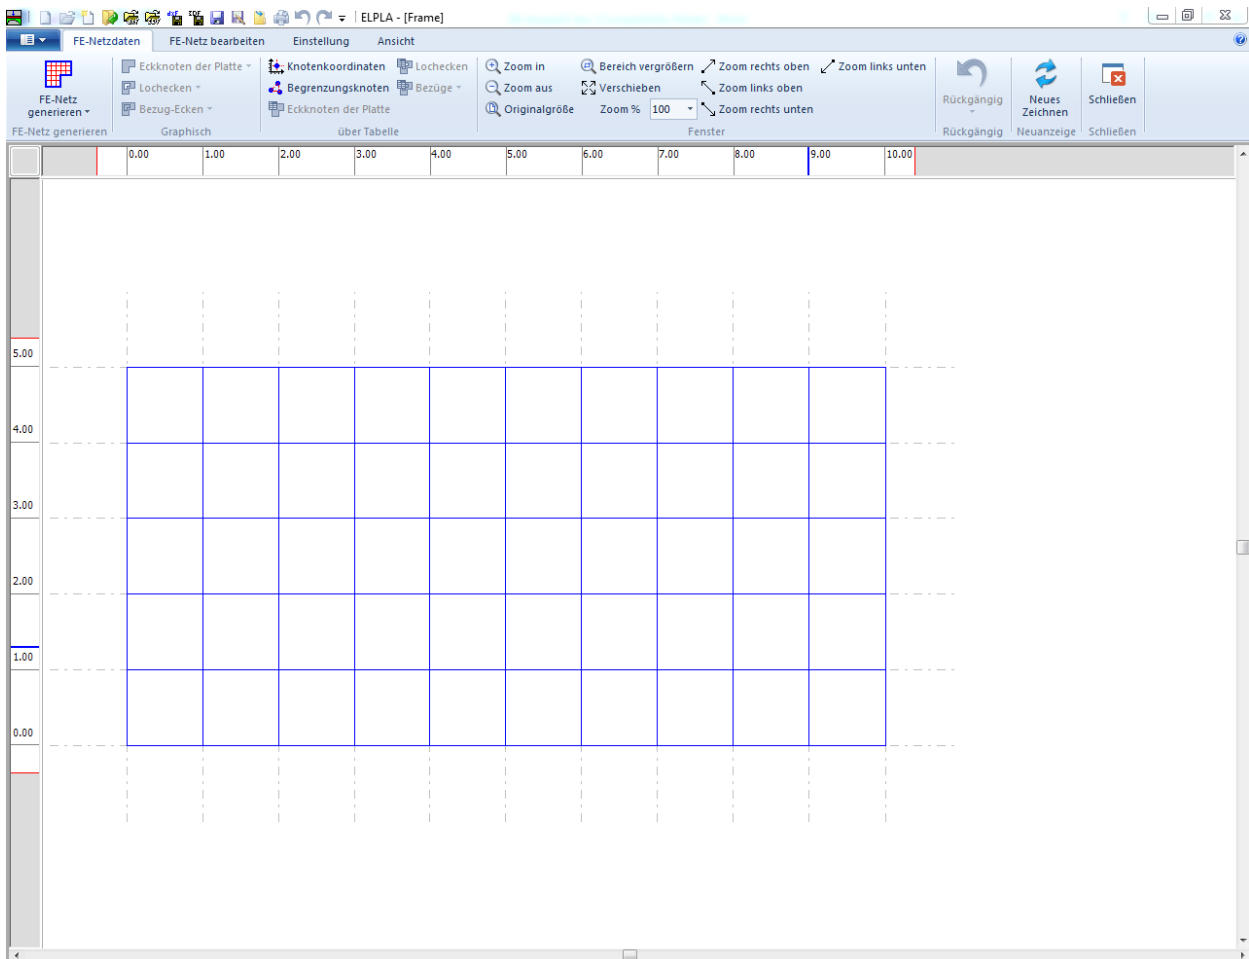

Bild 7.10 Imaginäres Netz einer rechteckigen Fläche auf dem Bildschirm
ELPLA generiert ein imaginäres FE-Netz für eine rechteckige Fläche von $L = 10$ [m] Länge und $B = 5$ [m] Breite mit viereckigen Elementen von 1.0 [m] Seitenlänge. Im Bild 7.10 erscheint dann das generierte imaginäre Netz.
- Wählen Sie "Speichern" aus dem "Datei"-Menü (Bild 7.10), um die FE-Netzdaten zu speichern
- Wählen Sie "Schließen" aus dem "Datei"-Menü (Bild 7.10), um das Fenster "FE-Netzdaten" zu schließen und zum Hauptfenster des Programms *ELPLA* zurückzukehren